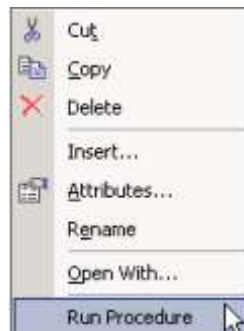

图 9.21: 程序 RollHorizonOnce 的鼠标右键菜单
- 在鼠标右键菜单中选择 Run Procedure 命令（见图 9.21）